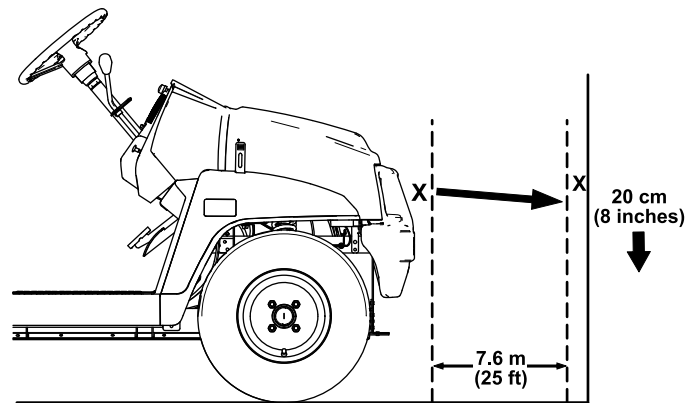

Figura 54
1. Aparque la máquina en una superficie nivelada con los faros a unos 7,6 m de una pared (Figura 54).
La parte más brillante del haz del faro debe estar a 20 cm por debajo de la señal hecha en la pared (Figura 54).